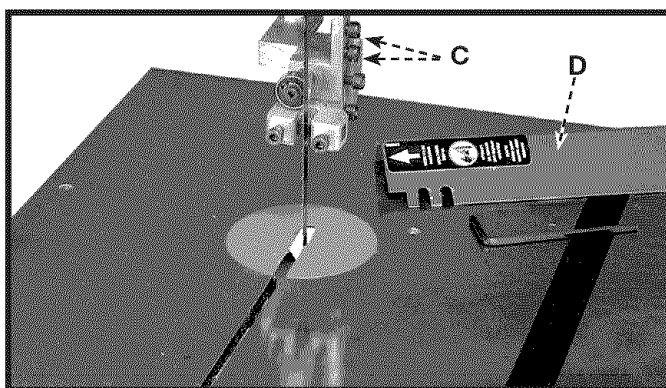

Fig. 36
2. Desserrer les deux vis (C) fig. 36, retirer le protège-lame (D).